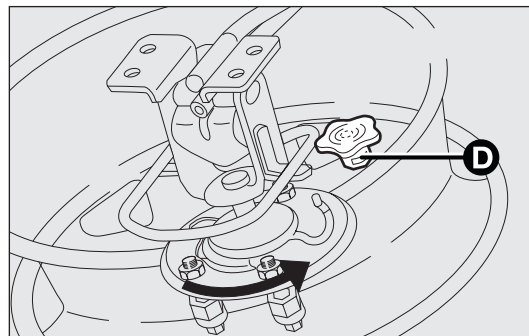

рис. 169
- ☐ поставьте кронштейн на колесо, поверните его до конца выреза (как показано на рис. 169) и затяните маховичок D;